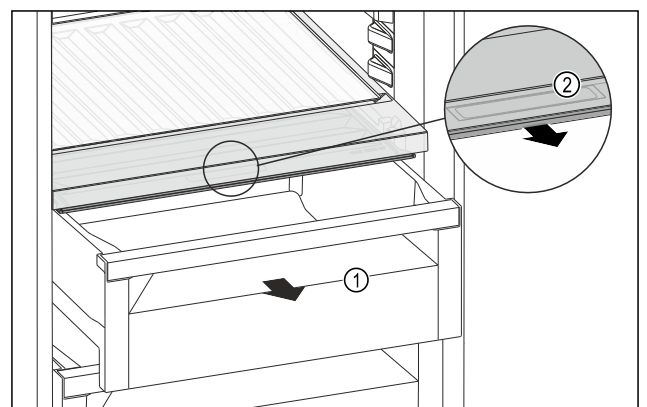

Fig. 123
- ▶ Schubfach Fig. 123 (1) herausziehen.
- ▶ Griffmulde Fig. 123 (2) am Fachdeckel anfassen und Fachdeckel gleichzeitig nach vorne ziehen.